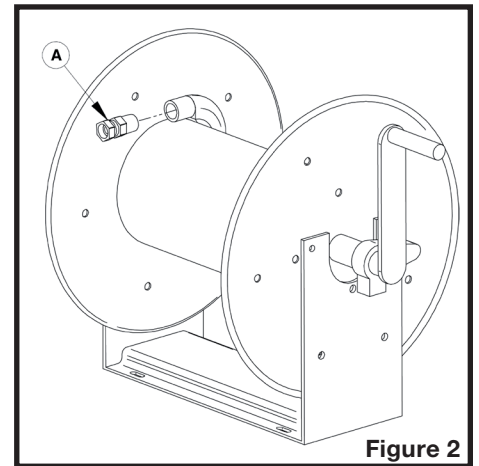

Figure 2
1. Installer le raccord hydraulique droit (A sur la figure 2) à la sortie du dévidoir.